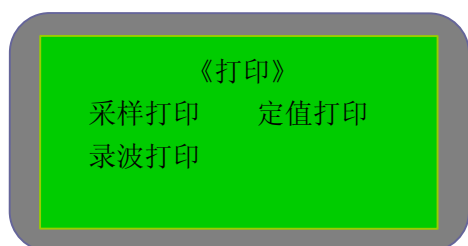

图 7-6-1
- 打印：在主菜单选择“打印”，进入图 7-6-1，选择相应的项进行打印。